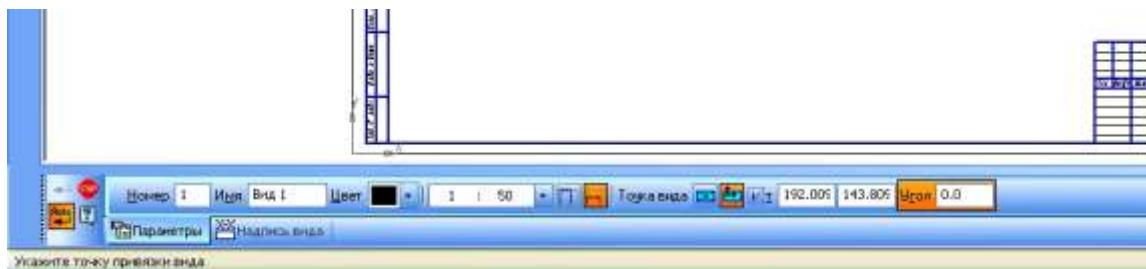

Рисунок 7 – Создание нового вида
1.3 Для того чтобы создать новый вид с масштабом уменьшения 1:50, нужно выбрать в пункте меню **Вставка → Вид** или на панели инструментов **Ассоциативные виды** – кнопку **Создать новый вид**, при этом в панели свойств команды выбрать нужный масштаб (рисунок 7).